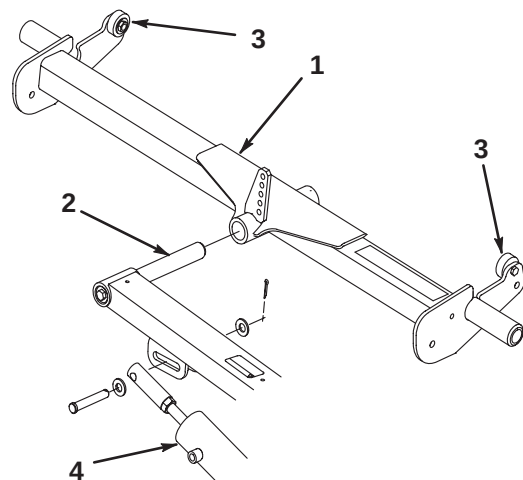

図 4
1. 後キャリア・フレームを後昇降アームのピボット・ロッドの下に引き込む (図4)。この時点では、まだキャリア・フレームをカuttingユニットに接続しない。
3. キャリア・フレームの一方の端を押し下げて、フレームの他方の端の上ストップ (図4) がフット・ステップの下面に当たるようにする。押し下げた側では、上ストップとフット・ステップ間の距離が6 mm程度となっているのが適正である。6 mmになっていない場合には以下の手順4に従って調整を行う。調整の必要がない場合は次の組み立て段階へ進む。
- A. 昇降シリンダのロッドの先端と昇降アームとをつないでいるクレビスピンを外す (図4)。
- D. ナットを締め、シリンダ・ロッドを昇降アームに接続して終了 (図4)。